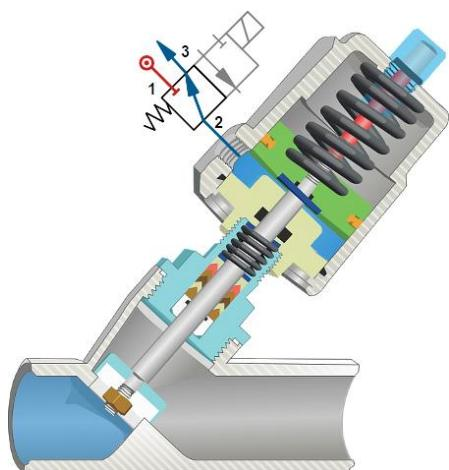
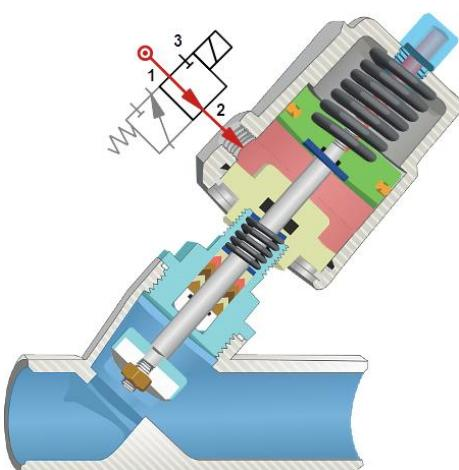
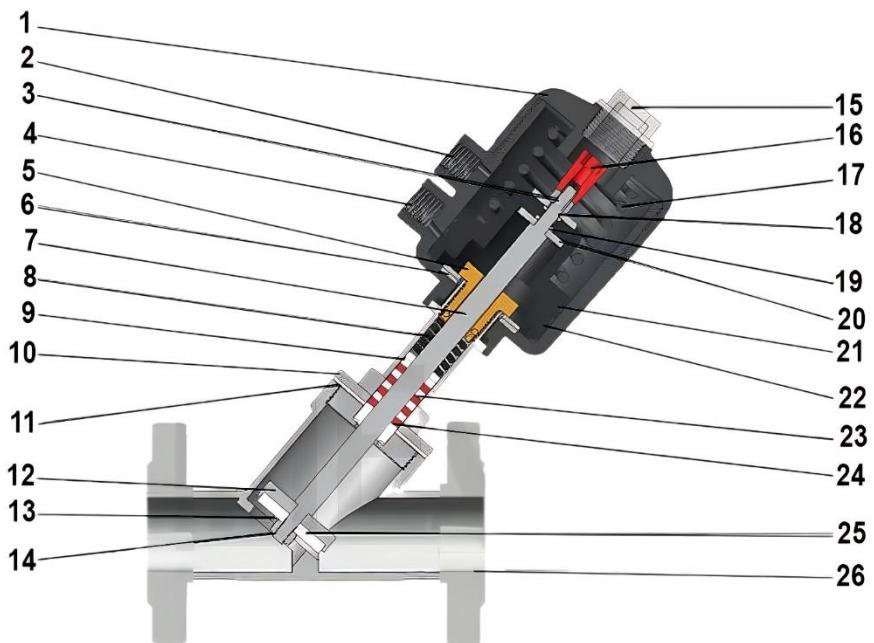
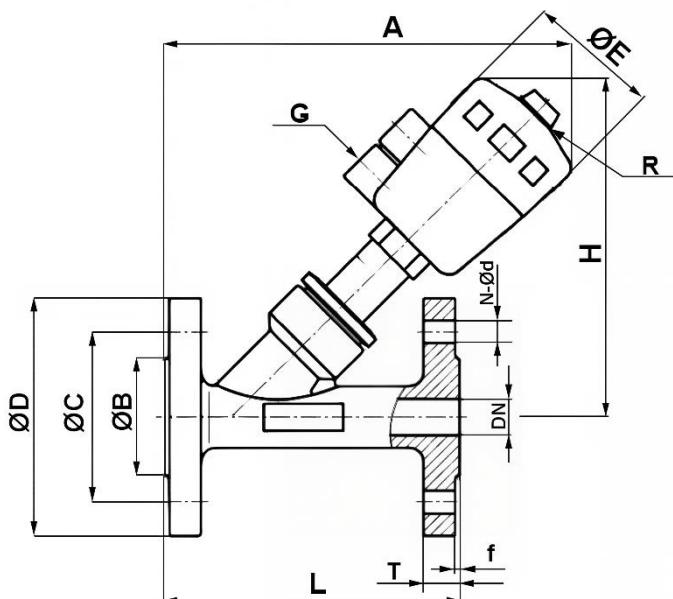

Рисунок 1 - Клапан в закрытом
Рисунок 2 - Клапан в открытом
Рисунок 3 - Деталировка
Рисунок 4 - Размеры
1.3. Принцип работы (для ознакомления). Срабатывание клапана происходит за счёт давления сжатого воздуха, подаваемого в пневмопривод, а возврат в исходное положение – за счет силы упругой деформации пружины, сжимающейся при срабатывании клапана. Клапаны с пневмоприводом одностороннего действия нормально закрыты (НЗ). Это обозначает что в исходном состоянии (см. рисунок 1) клапан закрыт и не пропускает рабочую среду. Для открытия клапана необходимо подать сжатый воздух в воздушный порт 1 (см. рисунок 3) пневмопривод клапана. Это приводит к перемещению поршня вместе с прикрепленными к нему штоком и диском. В результате клапан открывается и пропускает рабочую среду от входа к выходу (см. рисунок 2). Для возврата в исходное состояние достаточно сбросить воздух из пневмопривода в атмосферу.
5.13. В верхней части пневмопривода клапана имеется внутреннее резьбовое отверстие (рис.4, поз. R) с установленным съемным индикатором положения (рис. 3, поз. 15). Вместо индикатора возможна установка дополнительных аксессуаров (например - пневмопозиционера). Тип и размер резьбы указаны в таблице 3.